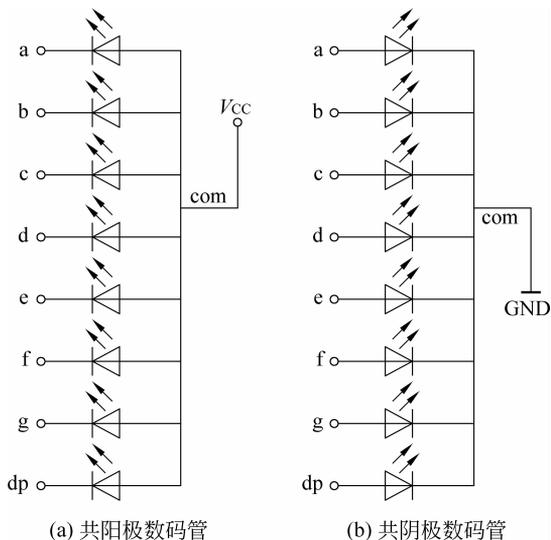

图 3.3 数码管的内部结构
(1) 共阳极数码管的内部结构如图 3.3(a)所示,8 个发光二极管的阳极(正极)连接在一起,作为公共端(com),公共端接高电平。每个发光二极管的阴极(负极)是独立的,